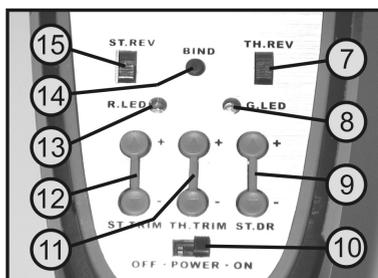

Figura 2
Dopo aver inserito le nuove batterie, accendere il trasmettitore con l'interruttore di accensione per eseguire un test diagnostico (vedere figura 2, pos. 10) spostando il pulsante di controllo da sinistra („OFF“ = spento) a destra („ON“ = acceso).
Il LED rosso dei controlli operativi (vedere anche figura 2, pos. 13) si illumina per indicare l'accensione del trasmettitore. Il LED verde di bassa tensione (vedere anche figura 2, pos. 8) resta permanentemente acceso a indicare che l'alimentazione del trasmettitore è sufficiente.
Tenere premuti i due tasti di trim inferiori (-) per la funzione di sterzo (vedere anche figura 2, pos. 12).
Dopo alcuni secondi il LED verde (vedere figura 2, pos. 8) inizia a emettere uno sfarfallio. Con il ricevitore acceso, la leva del servosterzo si sposta gradualmente dalla posizione centrale fino al fine corsa del trim.
Quando, provando ad agire sull'interruttore di inversione (vedere figura 2, pos. 15), la leva del servosterzo non si muove più, il trim della funzione di sterzo si trova esattamente al centro. In questo caso, anche il volante deve essere in posizione centrale.